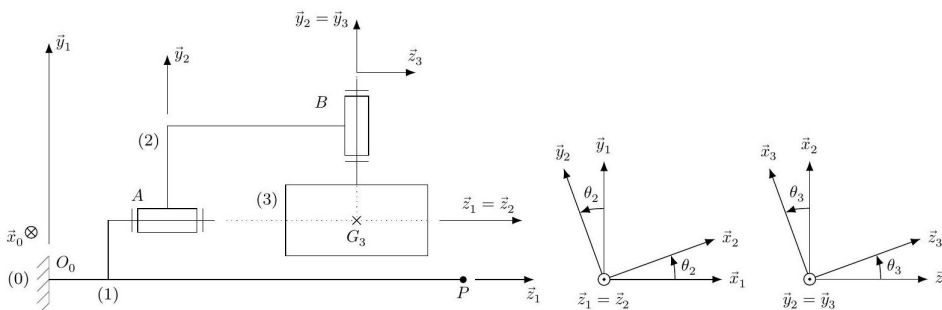

FIGURE 1 – Schéma cinématique simplifié du mécanisme (représenté pour $\theta_2 = \theta_3 = 0$) et figures de changement de base
Pour déterminer les actions mécaniques créées par le système GyroLock sur le stabilisateur (1), un modèle simplifié du mécanisme, donné figure 1, est utilisé. Ce modèle simplifié, dans lequel la liaison entre le stabilisateur (1) et la table d'opération (0) est modélisée par un encastrement, permet :
- ▶ d'étudier l'effet gyroscopique $c_x(t)$ créé par le système GyroLock permettant de compenser l'effet de l'effort cardiaque, sans prendre en compte le mouvement du stabilisateur (1) ;
Le système GyroLock, dont la modélisation est donnée figure 1, est composé de trois solides :